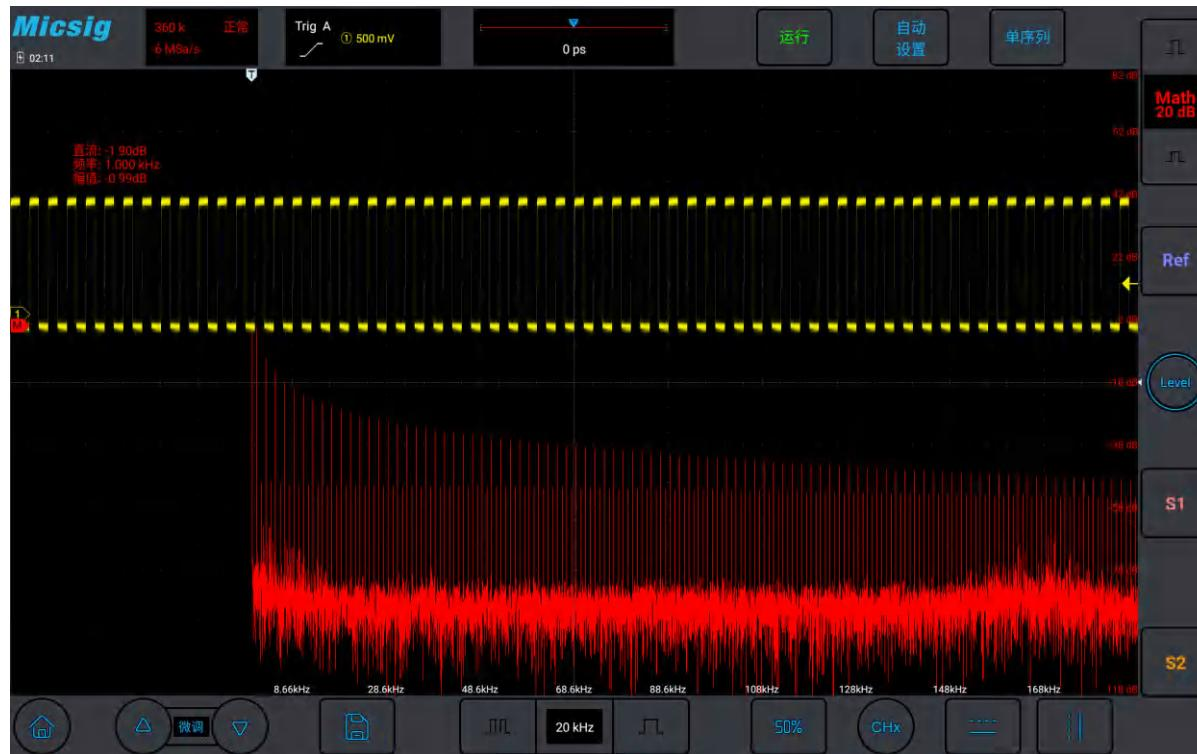

图8-3 FFT 窗口
- 2) 轻点**FFT**频谱类型“线/分贝”，打开 FFT 窗口（见图 8-3 FFT 窗口）。